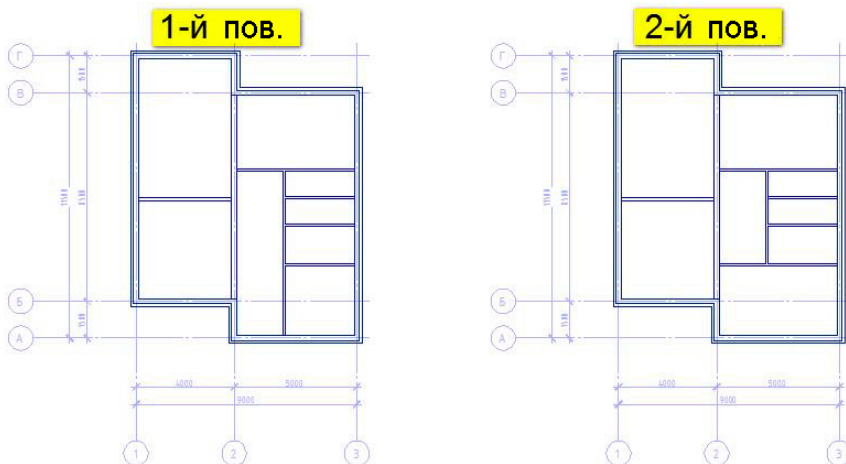

Рис. 7.3
3. Для побудови плану другого поверху будинку створити копію плану першого поверху і змінити конструкцію його внутрішніх перегородок згідно з рис. 7.3.